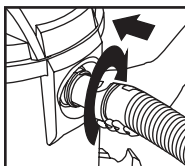

FIGURE 16
25. Réinsérez le tuyau dans l'admission et serrez l'écrou autobloquant. **FIGURE 16.**